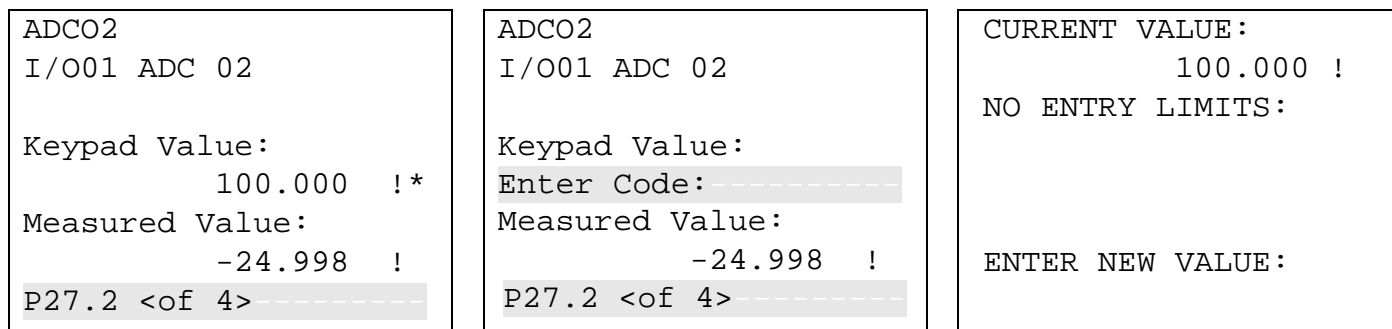

Abbildung 5-12. Ändern eines Anzeigewertes
1. Suchen Sie die Anzeige (links in *Abbildung 5-12*) und drücken Sie **CHNG (Ändern)**. Der mittlere Bildschirm in *Abbildung 5-12* wird angezeigt.
2. Geben Sie einen gültigen Sicherheitscode ein. Sobald Sie einen gültigen Code eingegeben haben, wird der Bildschirm ganz rechts in *Abbildung 5-12* angezeigt.